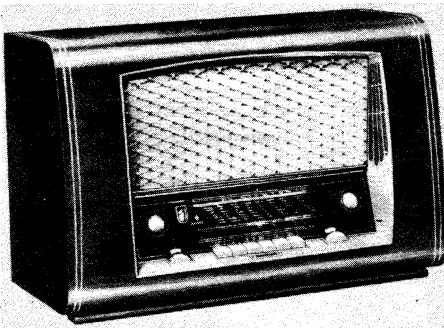
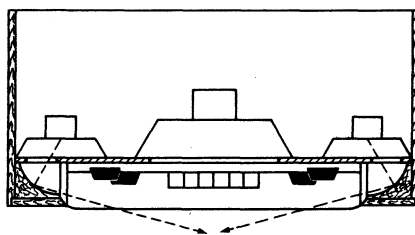
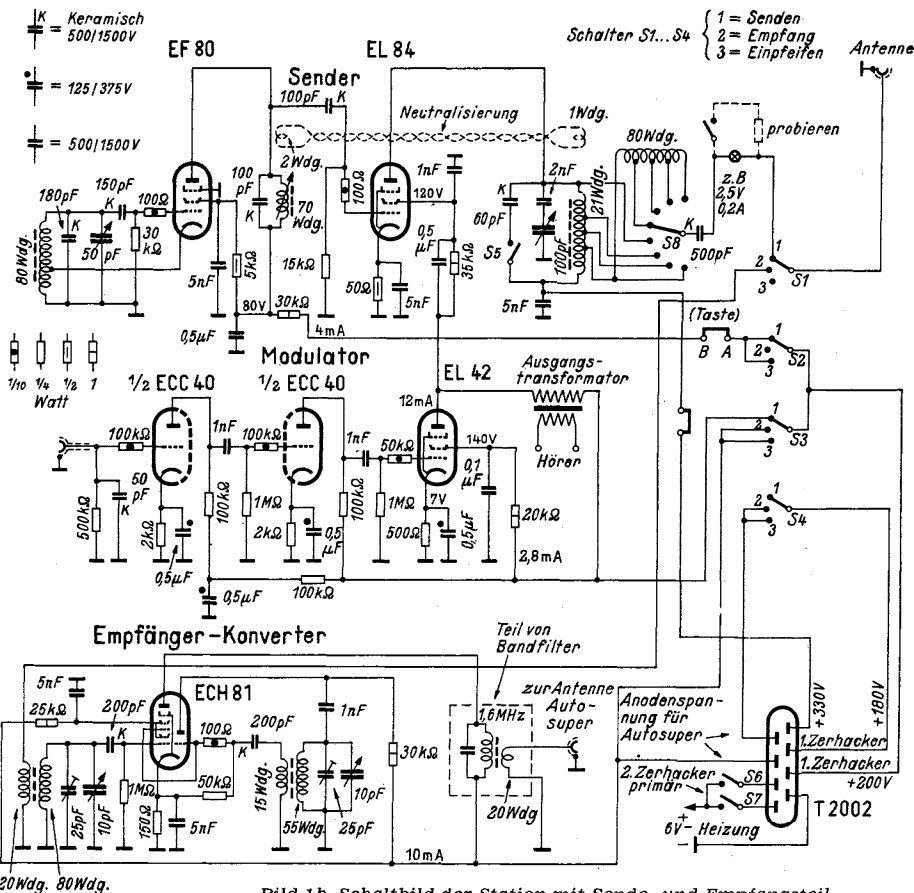

Bild 1. Kaiser-Walzer W 1145/3 D
Bild 2. Anordnung der Lautsprecher; die gestrichelten Pfeile deuten die seitliche Schallabstrahlung an
Bild 1b. Schaltbild der Station mit Sende- und Empfangsteil
Einen ähnlichen Weg beschritt die Firma Kaiser-Radio bei dem Gerät Kaiserwalzer W 1145/3 D. Nach Bild 2 liegen hierbei drei Lautsprecher nebeneinander an der Frontseite des Gehäuses und ergeben den Strahlergruppeneffekt. Gleichzeitig aber wird durch die innen ausgekehlten Vorderholme der Klang nach Art des 3 D-Prinzips überkreuz nach den Seiten abgelenkt, d. h. ein Teil des Schalles vom linken Lautsprecher wird nach rechts geworfen und umgekehrt. Architektonisch wird dies nach Bild 1 sehr elegant dadurch gelöst, daß die tiefliegende Schallwand von einer Maske umgeben ist, die rechts und links seitlich Schallaustrittsöffnungen besitzt. Die Anordnung hat den Vorteil, daß die „Seitenstrahlung“ nicht durch Möbelstücke oder Zimmerwände behindert wird.
Der Sender ist gemäß Bild 1b zweistufig ausgeführt. In der Steuerstufe in ECO-Schaltung wird eine Röhre EF 80 benutzt. Zur Aussteuerung der Leistungsstufe (PA) mit der Röhre EL 84 ist keine sehr große Hf-Spannung erforderlich, so daß die Betriebsspannung der ECO-Röhre durch einen Vorwiderstand auf etwa 80 V herabgesetzt werden konnte. Die Abhängigkeit der Senderausgangsspannung von der Oszillatorbetriebspannung und der Aussteuerung zeigt Bild 2.
der Schaltung Bild 1b gestrichelt angedeutet) leicht durchzuführen.
Bild 5. Frequenzkurve des Modulationsverstärkers (Hf-Messung!); A = normale Schaltung nach Bild 1b, B = ein Kopplungskondensator im Modulationsverstärker auf 200 pF verkleinert